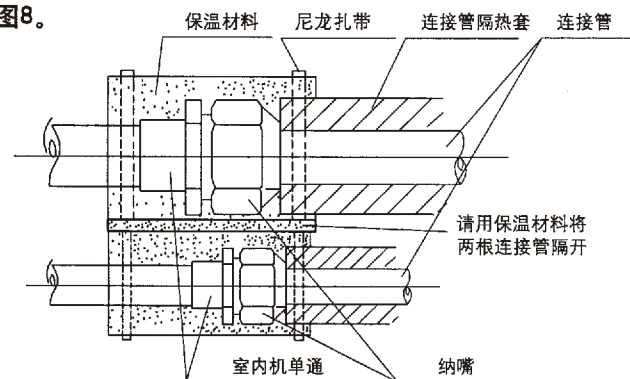

图8
3 管道安装后用附件①保温材料包住所有扩口管连接部分，并用附件⑩尼龙扎带固定，如图8。